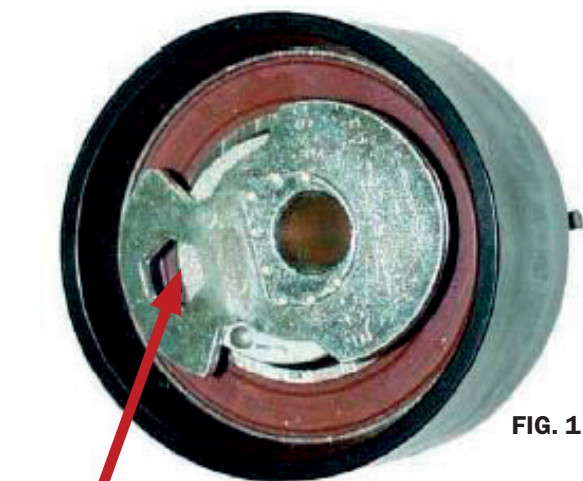

FIG. 1
5. Installeer de nieuwe (automatische) spanrol met nieuwe bout, op handkracht aangedraaid (inbussleutelgat op +/- 9 uur) (fig. 1).